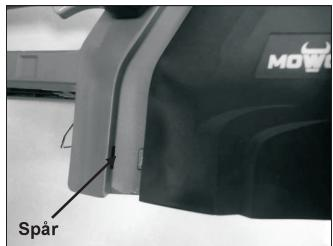
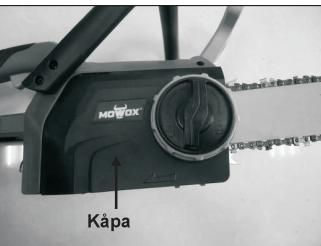

Bild 2E
Bild 2F
7. Sätt in sidokåpan i spåret och se till att sidokåpan sitter ordentligt fast som visas i Bild 2E / Bild 2F.